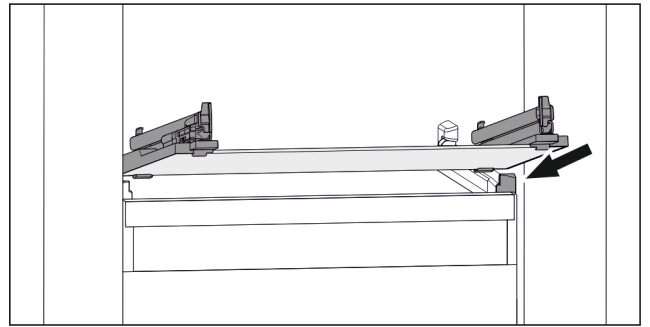

Fig. 110 玻璃隔板例图
- ▶ 将玻璃隔板斜放在止动器后面。(参见 Fig. 110)